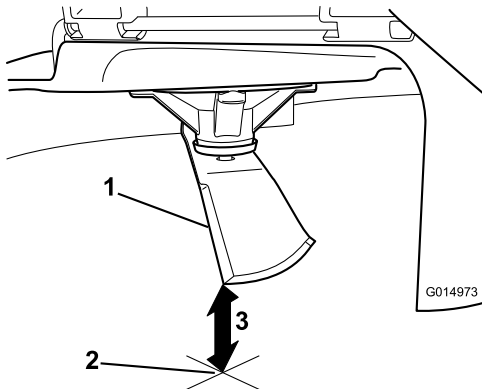

Figura 76
3. Măsurați de la vârful lamei până la suprafața plană (Figura 76).